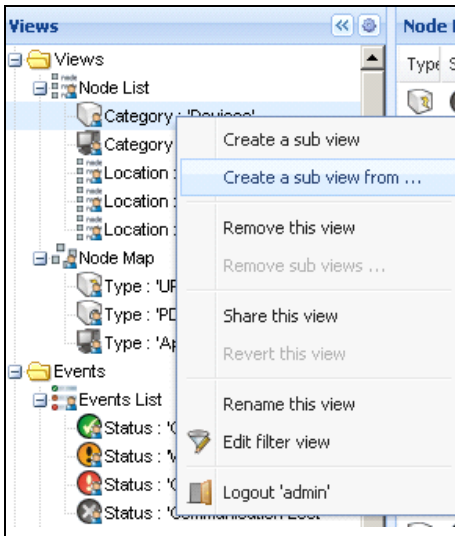

Figura 44. Menu contestuale sotto-visualizzazioni
- 2 Fare clic con il tasto destro su questa selezione. Appare il menu contestuale delle sotto-visualizzazioni (vedere Figura 44).